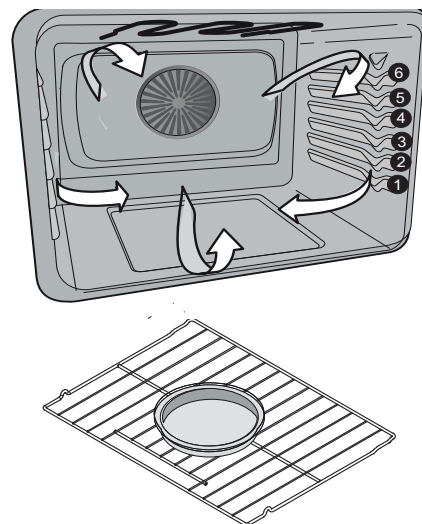

Figure 7: Positions des grilles; Cuisson sur une seule grille pour aliments prêts à servir
- Placez toujours les aliments au centre du four, sur la grille en position 2 glisse ou 3 plat (Figure 7).
- Placez les aliments comme illustré à la Figure 7.